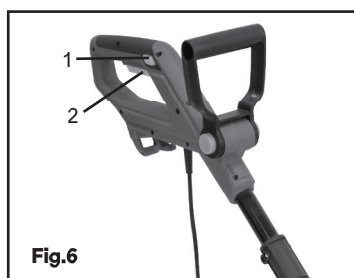

Fig.6
1. Appuyez sur l'interrupteur de verrouillage (1) (Fig. 6).
2. Tout en maintenant l'interrupteur de verrouillage enfoncé, appuyez sur l'interrupteur à gâchette marche/arrêt (2).